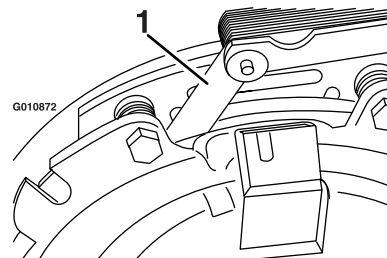
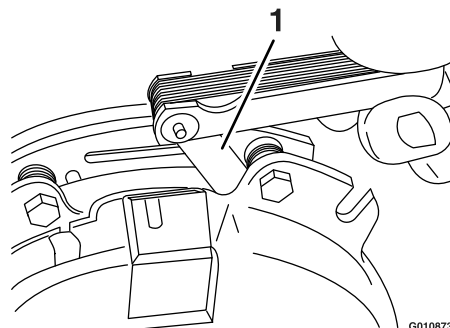

Figure 79
Figure 80
- E. À l'aide d'une jauge d'épaisseur de 0,025 cm, vérifiez qu'il existe un entrefer entre le rotor et la face de l'induit de chaque côté du pôle de frein, comme montré à la Figure 79 et la Figure 80.